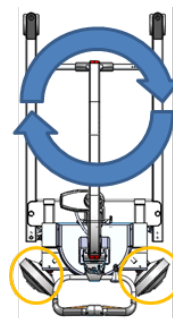

Figure 2. Rotation
**Lorsque vous manœuvrez dans des endroits confinés,** les roues pivotantes arrière peuvent se révéler utiles. Déplacez l'appareil autant que possible dans cette configuration, puis appuyez sur le bouton d'ajustement des roues arrière et maintenez-le enfoncé jusqu'à ce que vous obteniez l'angle souhaité pour les roues, voir figure 2. Le voyant jaune sur le panneau de commande indique que les roues ont pivoté. Empoignez le guidon et maintenez l'interrupteur de sécurité enfoncé, puis tournez l'appareil de levage dans la direction souhaitée pour le faire tourner.